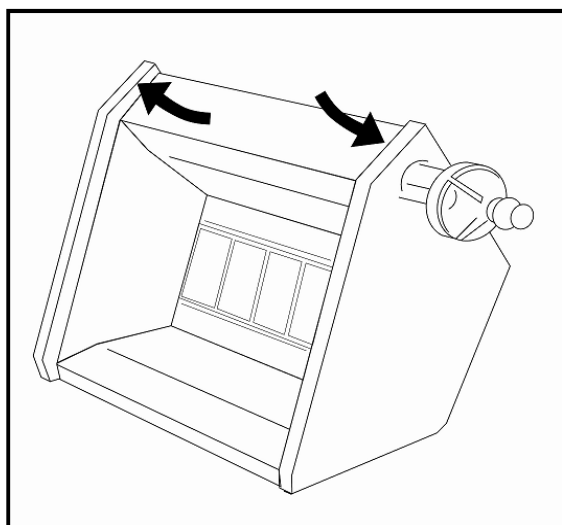

Fig. 26: Doblado de los clips hacia arriba
- ⇒ Doble los 4 clips del extremo de la lámina de la carcasa del calentador 90° hacia arriba (vea la Fig. 26).